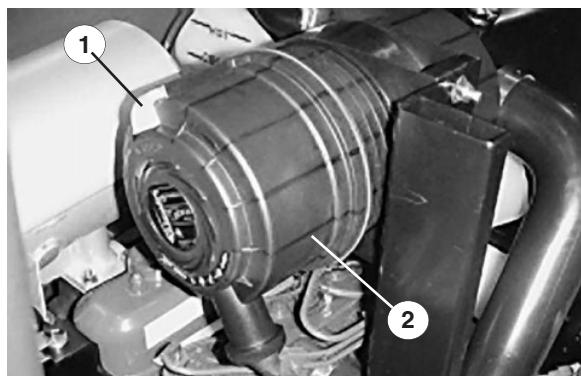

Bild 19
1. Ziehen Sie den Verschluss nach außen und drehen Sie den Luftfilterdeckel entgegen dem Uhrzeigersinn. Entfernen Sie den Deckel vom Gehäuse (Bild 19). Reinigen Sie die Innenseite des Luftfilterdeckels.